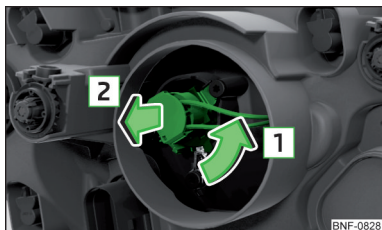

Fig. 176
- › Rotiți conectorul, împreună cu becul cu incandescență, în sensul săgeții **1** » fig. 176.